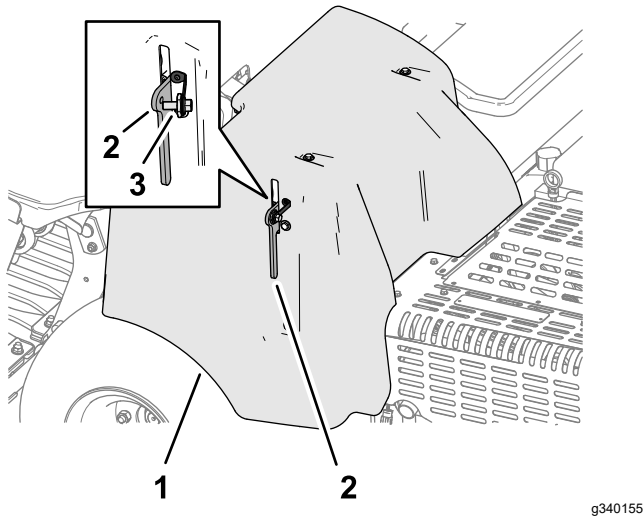

Рисунок 141
1. Если ваша машина оснащена стропом фиксатора крышки ремня в соответствии с требованиями ЕС, ослабьте затяжку болта стропа так, чтобы строп отделился от фиксатора крышки (Рисунок 141).